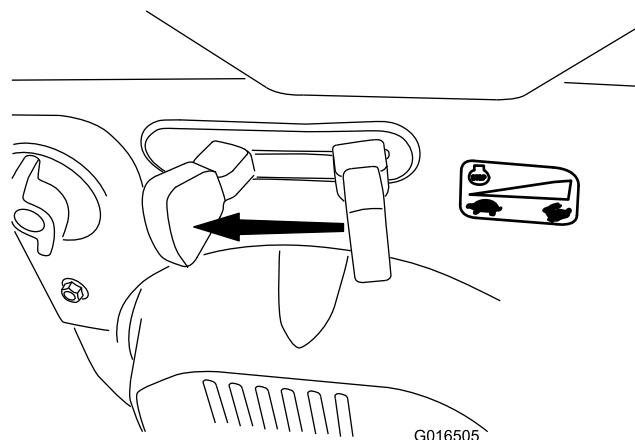

Figure 30
1. Amenez la commande d'accélérateur en position BAS RÉGIME, puis en position ARRÊT (Figure 30) pour couper le moteur. Il est également possible de couper le moteur en tirant la clé de contact vers l'extérieur, à la position centrale.